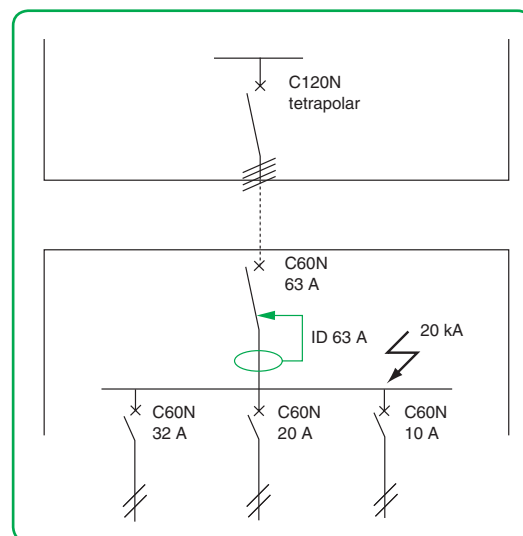

Fig. 5.44. Solución propuesta para una correcta coordinación entre interruptores automáticos y diferenciales.
- Se escogerá un interruptor tipo C60N (instalado en serie y aguas arriba del ID) para proteger al diferencial de un posible cortocircuito en las barras de entrada del cuadro secundario. En las tablas anteriores observamos que la resistencia a los cortocircuitos del ID de 63 A asociado con un C60N (aguas arriba) es de 20 kA, lo cual sí es correcto (**fig. 5.44**).